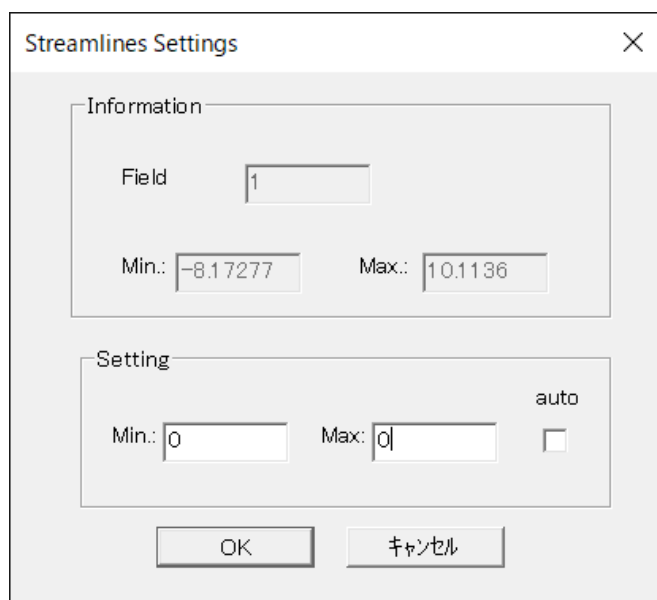

図 6.7 (c) 流線用最小値, 最大値の指定
- ・ 図 6.7 (a) color の color map を選択した場合は, 図 6.7 (c) のようなダイアログボックスが開きます。